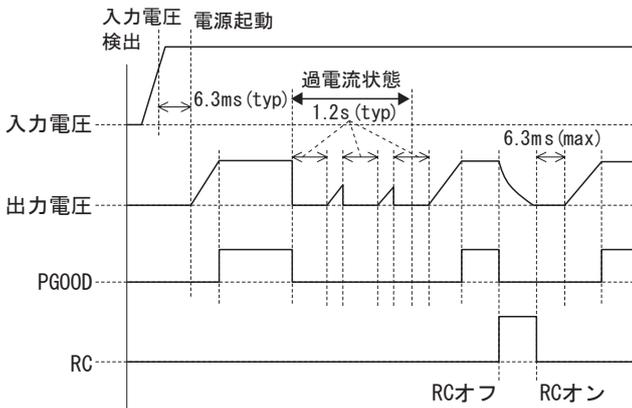

図3.12 BRFS/BRDSシリーズのシーケンスチャート
- BRFS/BRDSシリーズの、入力電圧、出力電圧、RC端子、PGOOD端子のシーケンスを、図3.12に示します。